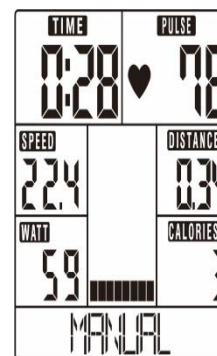

Bild 11
3. Tryck på START/STOP-knappen för att påbörja träningen. Använd UP eller DOWN för att justera motståndet. Motståndsnivån visas i WATT-rutan, efter tre sekunder utan justering visar skärmen WATT igen (bild 11).